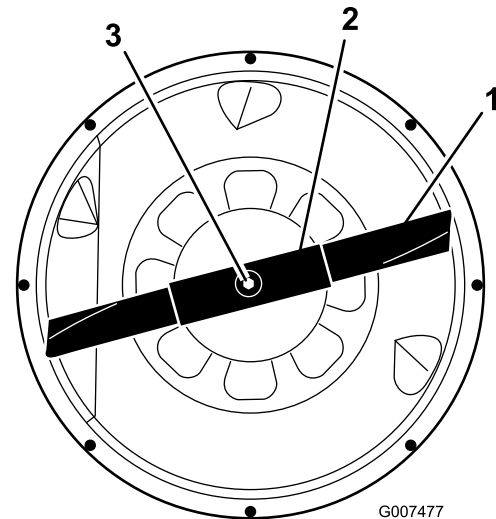

Bild 33
6. Halten Sie das Ende des Messers mit einem stark wattierten Handschuh oder wickeln Sie einen Lappen um es herum. Entfernen Sie die Messerschraube, die Wellenscheibe, die Messerverstärkung und das Schnittmesser (Bild 33). Sie können einen Holzklötzchen zwischen das Schnittmesser und das Mähwerk keilen, um das Schnittmesser beim Entfernen der Schraube zu blockieren.
1. Bauen Sie das Messer, die Messerverstärkung, die Wellenscheibe und die Messerschraube ein (Bild 33).